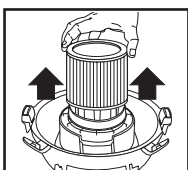

FIGURE 16
22. Glissez la cartouche filtrante à l'extérieur du support de couvercle. **FIGURE 16.**